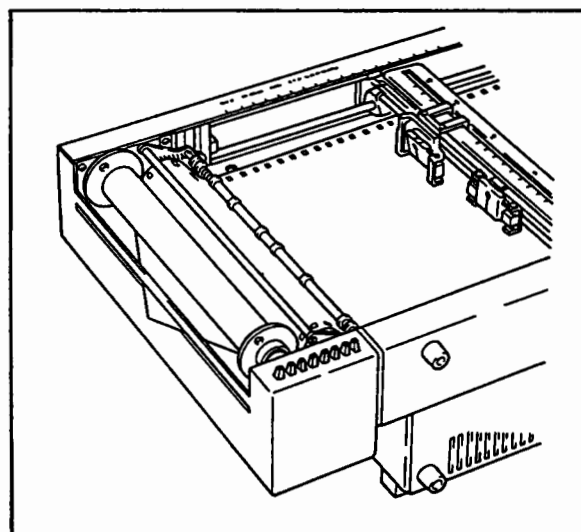

図 3.24
(2) 図 3.24 のように記録紙両端の穴をスプロケットの歯に合わせ紙押えをおろします。